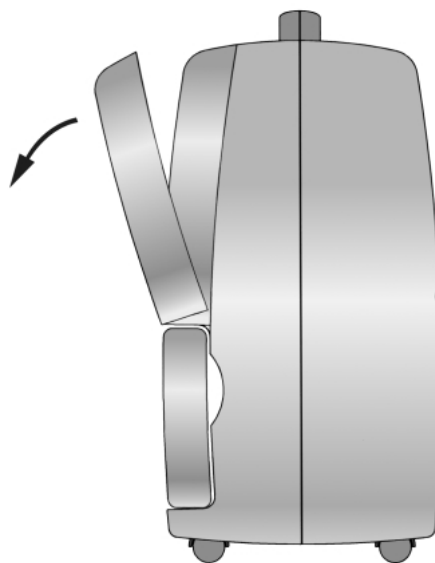

Fig. 5
- Premere la linguetta centrale della griglia ed estrarla. (fig. 5)
- Press the central hook on the grid and remove it. (fig. 5)
- Appuyer sur la languette centrale de la grille et l'extraire. (fig. 5)
- Das Gitter unter Druckausübung auf seine mittige Feder herausziehen. (Bild 5)
- Presionen la lengüeta central de la rejilla y extraíganla. (fig. 5)
- Pressione a lingueta central da grelha e extraia-a. (fig. 5)